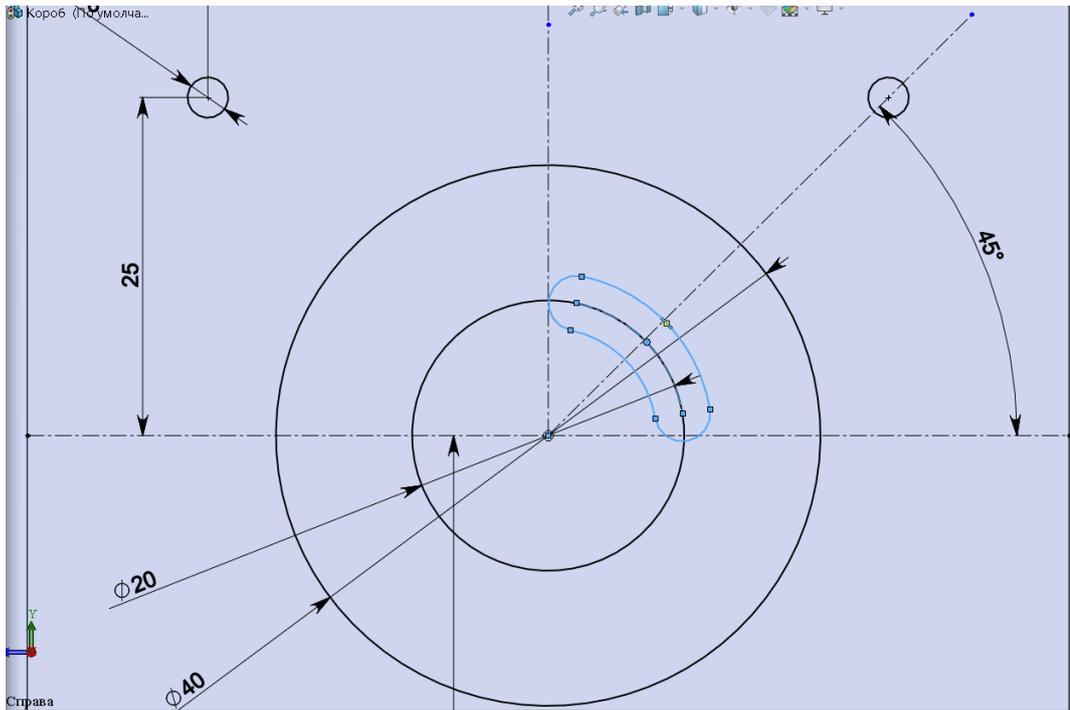

Рисунок 12 – создание малой прорези
13. На меньшей окружности в первой четверти (где проведена осевая линия из пункта 11) построить прорез по трем точкам (сначала задаются крайние положения) (рис. 12).